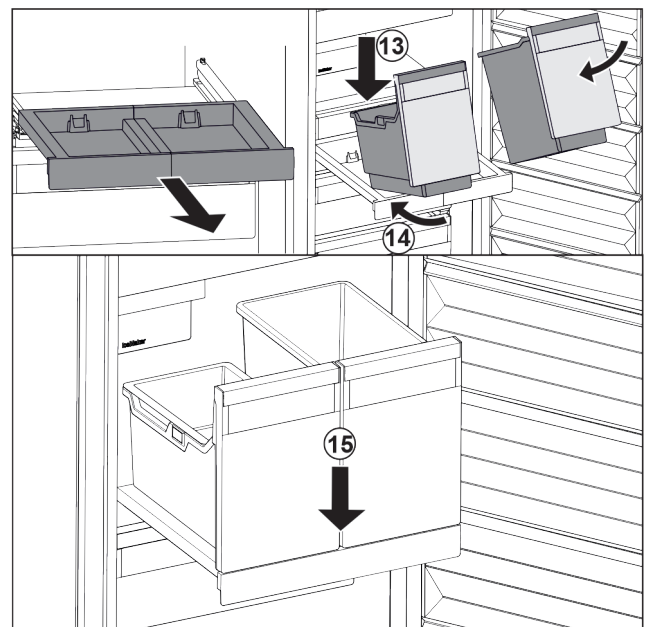

Fig. 100
- ▶ Așezați recipientele oblic pe raftul extractibil Fig. 100 (13)
- ▶ Inserați recipientul oblic spre partea posterioară Fig. 100 (14)
- ▶ Depuneți recipientul în față Fig. 100 (15)